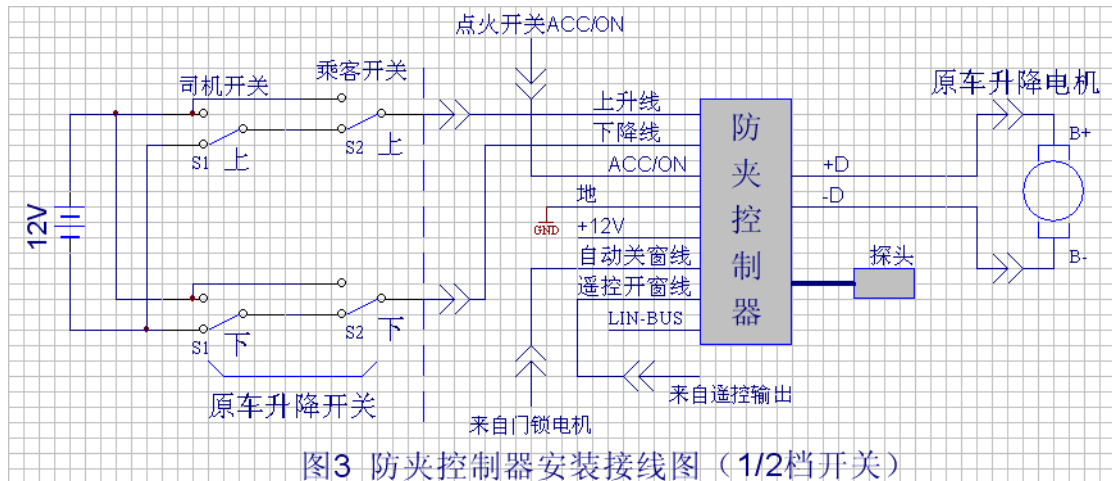

图3 防夹控制器安装接线图（1/2档开关）
- 2. 对于后装市场, 建议防夹控制器最好安装在每个门里边, 直接将电机线切断后按图 3 进行连接, 无需新增配线。这样安装方便, 省时省工。
按照图 3 完成安装接线之后, 打开点火开关, 分别按一下“升/降”开关, 此时玻璃应能实现一键式升降, 玻璃达到上死点不返回, 并能听到断电声; 玻璃达到下死点同样能听到断电声; 如果在玻璃上方放置一个大于 1mm 的硬质障碍物, 当玻璃夹住物体时, 应自动返回下死点, 并断电停机。在一键式升/降过程中, 任意按一下“升/降”开关, 玻璃会立即停止升降。到此防夹控制器的安装调试全部结束。